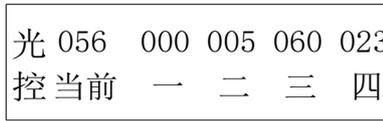

图 2-4
5. 光控设置(如图 2-4); “当前”上面的数是光控采集回的环境光线程度, 只有采集回来的数值小于设置的数值对应回路才会开启, 如图 1-4 所示只有第三路会开启, 回路设置的光控值小于 5 的不开启光控功能。按“→”或“←”移动光标到相应参数再按“+”或“-”进行修改数据, 最后长按一秒钟“保存”键进行参数保存(注: 每一个参数都需要保存一次数据, 采集的数据小于设置值保持约 20 方可开启回路);